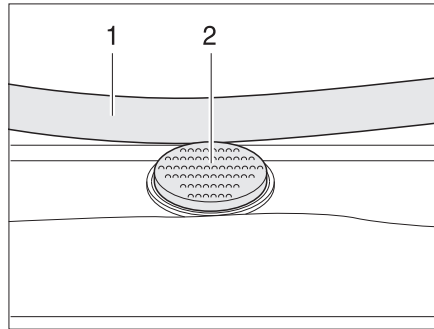

Bild 93 Sicherungsknopf an der Heki-Dachhaube
- Den Sicherungsknopf (Bild 93,2) drücken und den Bügel (Bild 93,1) mit beiden Händen nach unten ziehen.
- Den Bügel mit beiden Händen nach oben drücken, bis der Bügel oberhalb des Sicherungsknopfes (Bild 93,2) liegt.